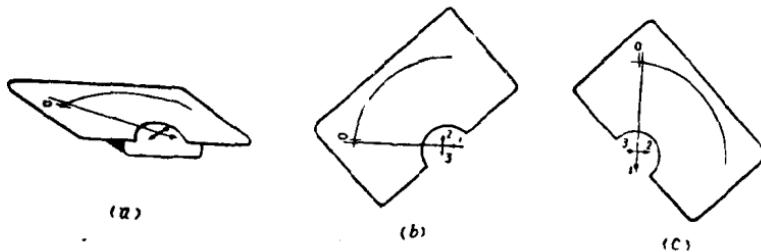

图 8 调整表针平衡示意图
(1) 表针的校正：表针弯曲或与度盘摩擦时，打开表壳，细心用镊子夹紧表针，轻轻校直；然后缓缓吹动表针，看它能否转动自如。
(2) 接长表针：表针折断后，可以用铝箔（纸烟盒中的铝箔或废电解电容器中的铝箔都行）作成细套管，用万能胶粘在断针上。但接长表针之后，因重量不符，可能失去平衡，需要重新调整。
(3) 调整表针的平衡：调平衡时，第一步先把表头平放（图 8 a），拨动零点调整器（在表头内部，见图 9），使表针指在“0”刻度上；第二步把表头竖起，使“0”刻度线与地面平行（图 8 b），看表针是下倾还是上翘，以决定增减短臂 1 的力臂或锤的重量。这一步平衡调好后。第三步将表头竖放，使
“0”刻度线与地面垂直（图 8 c）。如果针向右倾，则应加大“3”（或减少“2”）的重量；若针向左倾，则可加大“2”（或减少“3”）的重量。